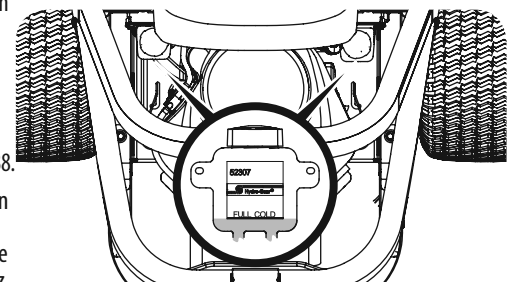

Figure 38
1. Nettoyez le bouchon du réservoir et la zone autour du bouchon pour que les débris ne contaminent pas l'huile. Voir Figure 38.
Il doit y avoir de l'huile au fond de la cuvette, cependant le niveau d'huile NE doit PAS dépasser la marque PLEIN FROID (FULL COLD). Voir Figure 38. NE REMPLISSEZ PAS CE RÉSERVOIR.
1. Retirez le bouchon du réservoir d'expansion de l'huile de la transmission. Voir Figure 38.